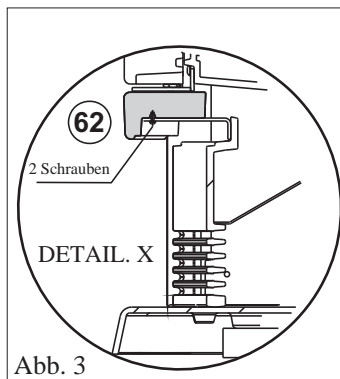

Abb. 3
- Mit dem Inbusschlüssel die Befestigungsschrauben des Sockelgitters aus Gusseisen (4) ausschrauben und dieses abnehmen.
- Die Blende (62) platzieren und sie mit den mitgelieferten 2 Schrauben M6x12 (mithilfe eines Inbusschlüssels) wie im Detail "X" angegeben, befestigen (Abb. 3).